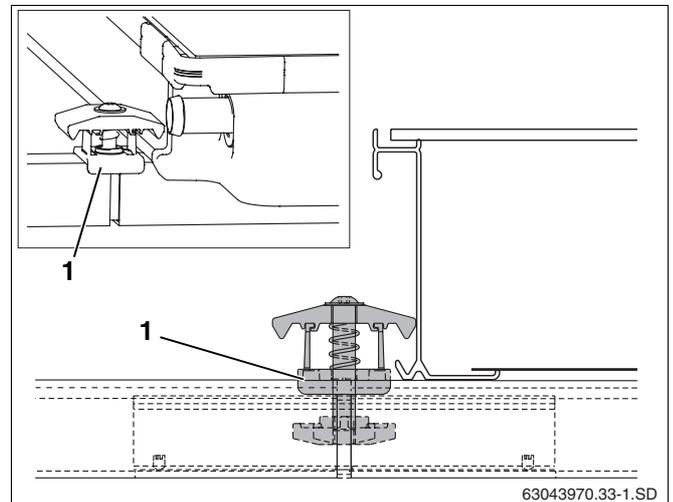

Fig. 48 Montage du tendeur double face
- Insérer le tendeur double face avec l'écrou dans l'ouverture des rails profilés et des connecteurs jusqu'à ce que la patte d'écartement en plastique (fig. 48, **pos. 1**) enveloppe le rail profilé.